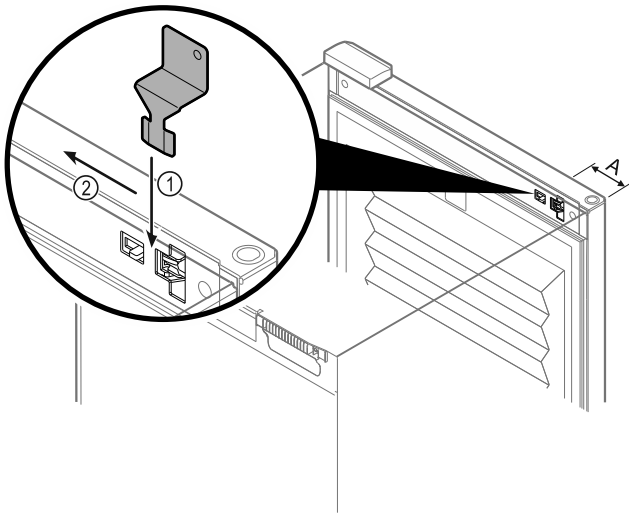

Fig. 164
- ▶ Positionner la clé de déverrouillage de secours à l'endroit indiqué Fig. 164 (A) ≈ 100 mm.
- ▶ Insérer par le haut et jusqu'au bout la clé de déverrouillage de secours entre la porte et le corps de l'appareil Fig. 164 (1).
- ▶ Tirer la clé de déverrouillage de secours en direction de la charnière Fig. 164 (2).